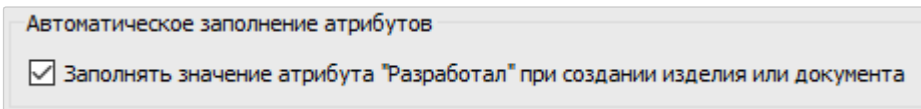

Рисунок 152. Область «Автоматическое заполнение атрибутов»
- 1) «Автоматическое заполнение атрибутов» — содержит параметр «Заполнять значение атрибута «Разработал» при создании изделия или документа» для автоматического назначения атрибута «01_Разработал» со значением поля «Фамилия», указанным в свойствах учетной записи пользователя, создавшего изделие или документ (см. рисунок 152).